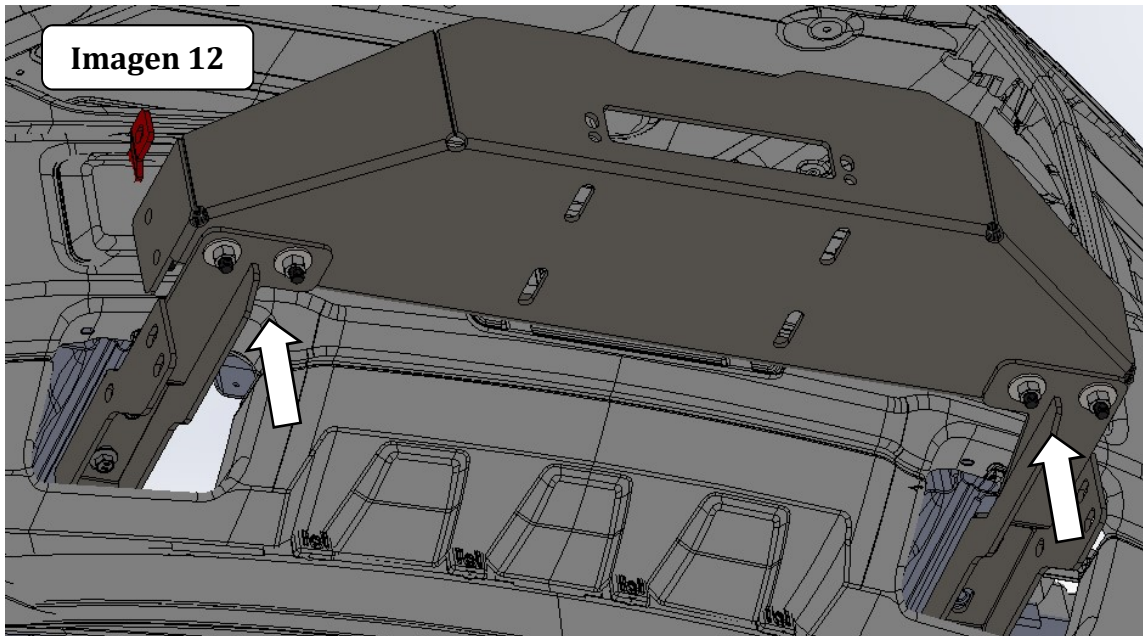

Imagen 12
Paso-10 Coloque la placa porta winch en la parte superior de los brackets de montaje inferiores. Alinee los orificios y fije cada bracket de montaje inferior utilizando los tornillos cabeza coche (2) 1/2" x 1 1/2", (2) rondanas planas de 1/2", (2) rondanas de presión de 1/2" y (2) tuercas hexagonales de 1/2", (Fig. 12). Deje las tuercas y los pernos sin apretar para el ajuste final. Nota: Si está instalando un Winch, colóquelo en la placa y consulte las instrucciones del fabricante del Winch para su instalación.